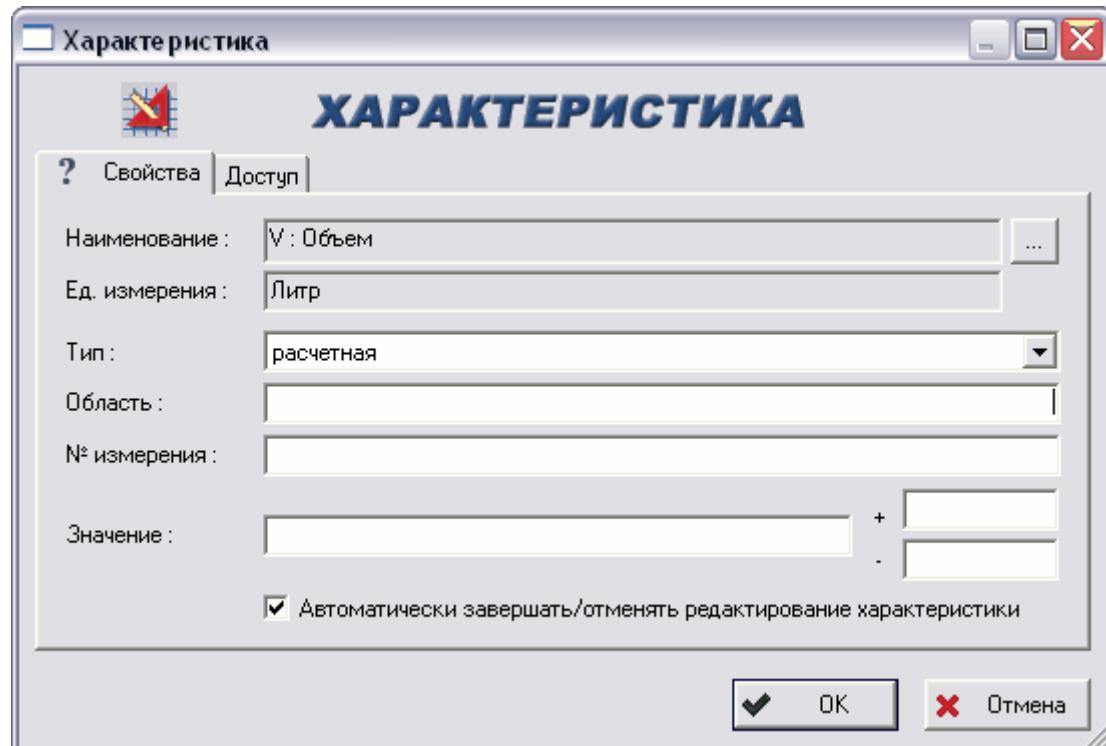

Рис. 150
1. В контекстном меню объекта, для которого хотите добавить характеристику, выберите пункт **Создать → Присоединить характеристику**. После этого появится окно **Характеристика** (Рис. 150).